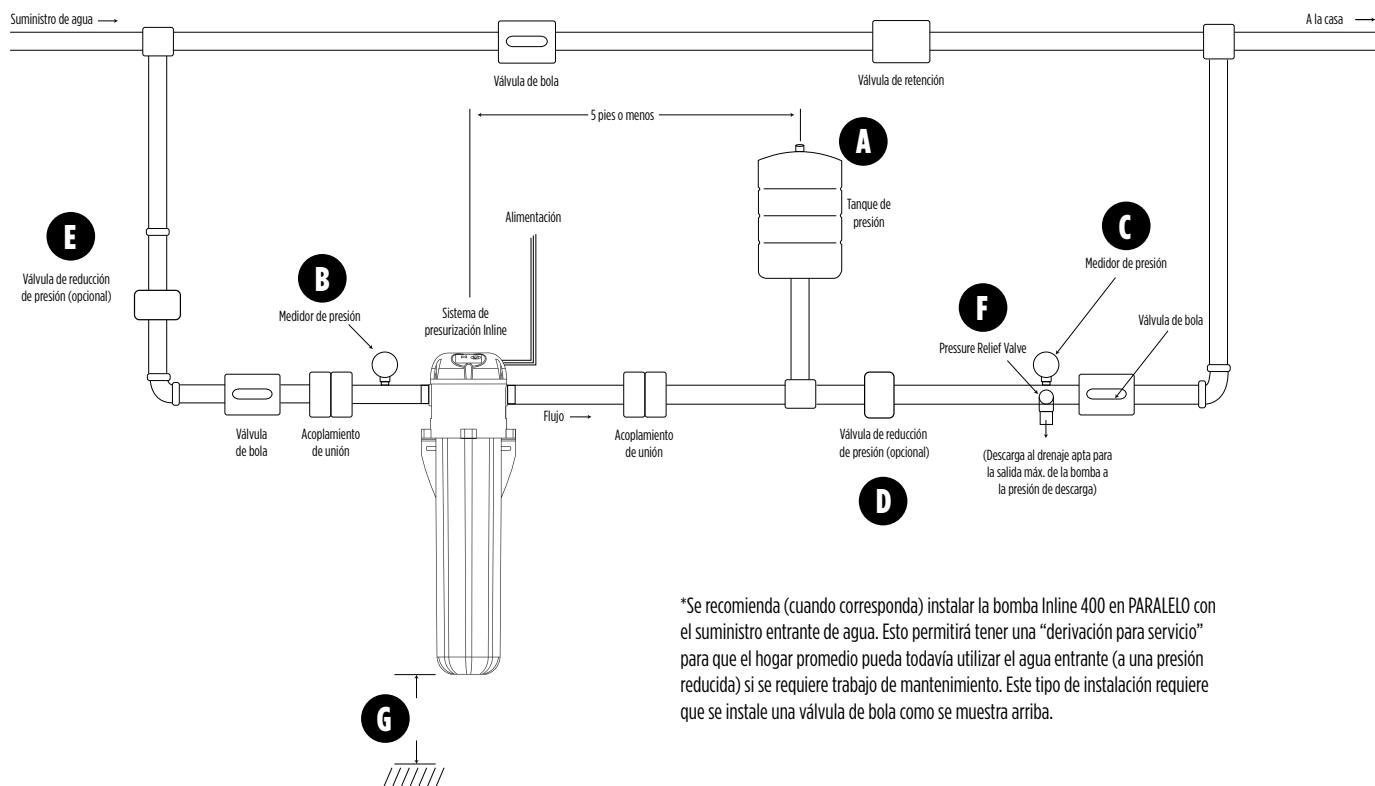

Figura 1
Orientación para la instalación del Inline 400 (vea la Figura 1 si es necesario)
4. Instale la tubería de entrada y salida y el tanque de presión como se muestra en la Figura 1. La entrada y la salida de la unidad están marcadas con "INLET" y "OUTLET" respectivamente. Las uniones deben instalarse en los extremos de succión y descarga (se recomienda el uso de la cinta para sellar roscas PTFE por encima de la pasta, no apretar de más). Se proporcionan válvulas de retención internas en los extremos de succión y descarga de la bomba. Estas válvulas pueden ayudar a evitar el reflujo. Si se usa el circuito de derivación opcional, también se debe instalar una válvula de retención en la derivación (ver Figura 1). Asegúrese de revisar todos los códigos locales de plomería para asegurar que se cumplan todos los requerimientos locales para evitar el reflujo.